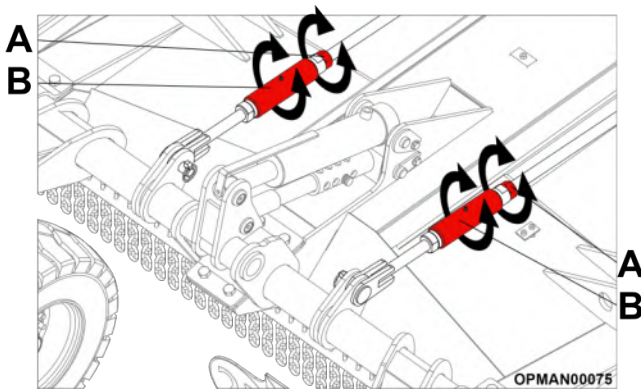

Figure 4.20 – Réglage des barres de liaison
4.7.1.3 Desserrez les écrous de blocage, puis tournez l'écrou de manchon sur les barres de liaison ; voir la Figure 4.20 (A)
4.7.1.4 Une fois la hauteur voulue atteinte, resserrez les écrous de blocage ; voir la Figure 4.20 (B).